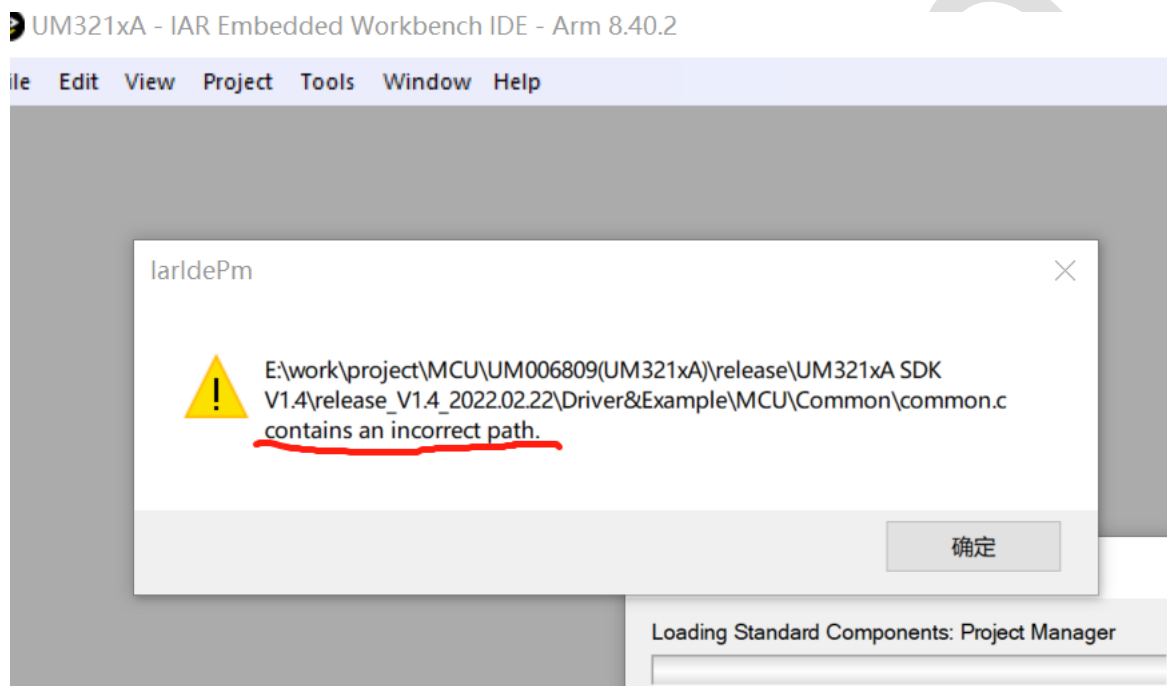

图 2-1：路径报错提示
1. 首次打开 IAR 工程中时，如果提示某个“.c”或“.h”文件包含了不正确的路径时，如图 2-1 所示，单击“确定”，重新编译整个工程后，就不再出现该提示。